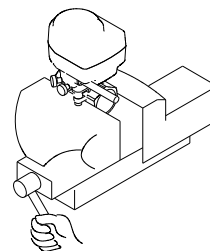

図12
- バルブを万力等ではさまないでください。バルブを変形・破損させ、外部漏れや作動不良の原因となります。(図12)